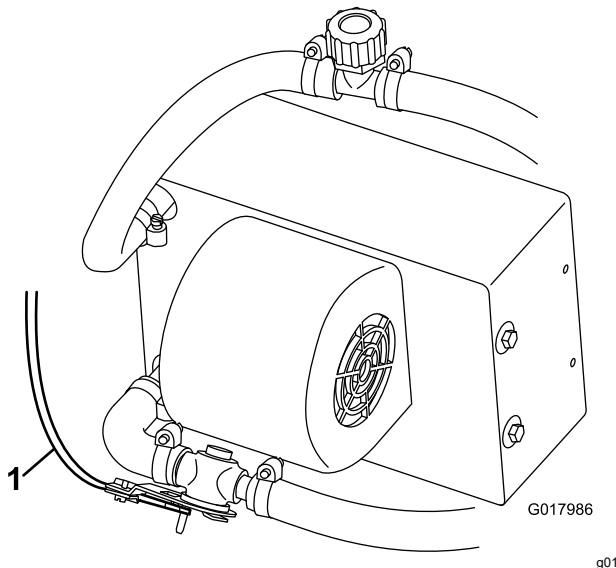

Figure 6
- Acheminez et connectez le câble de commande de chauffage à la vanne de chauffage (Figure 6).